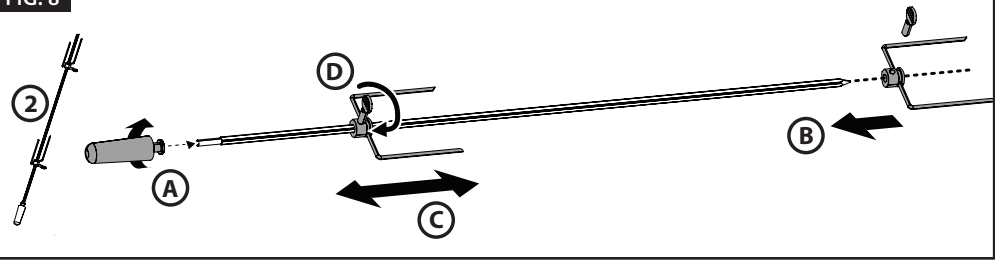

FIG. 9
7. Setzen Sie den zusammengebauten Spieß in das Gehäuse (Abb. 9). Führen Sie das spitze Ende des Spießes in eines der Aufhängelöcher an der linken Wand ein (A) und stellen Sie sicher, dass der Spieß in das Spießloch am Motor eingeführt ist, der in Schritt 5 an der Wand montiert wird. Setzen Sie dann den Griff des Spießes in einer der Kerben an der rechten Wand ein (B), die in derselben Höhe wie das Aufhängeloch sein sollten, in das der Spieß eingeführt wird.